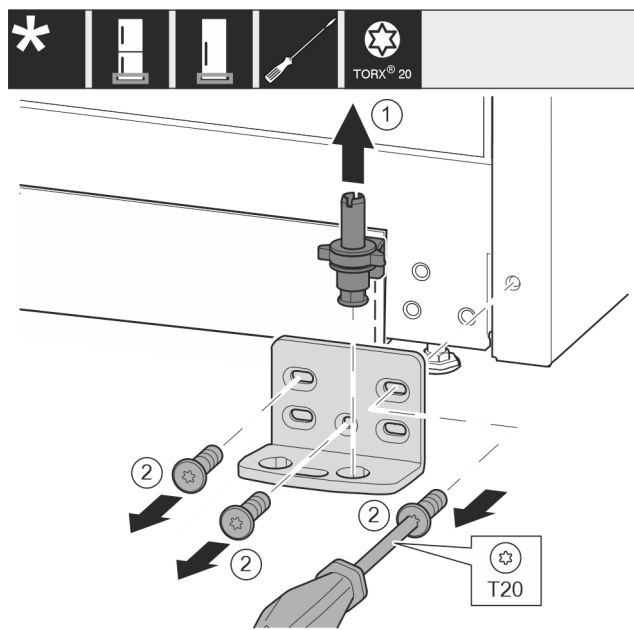

Fig. 15
- ▶ Ložiskový čep celý vytáhněte nahoru. Fig. 15 (1)
- ▶ Šroubovákem T20 vyšroubujte šrouby a odeberte stojan ložiska. Fig. 15 (2)